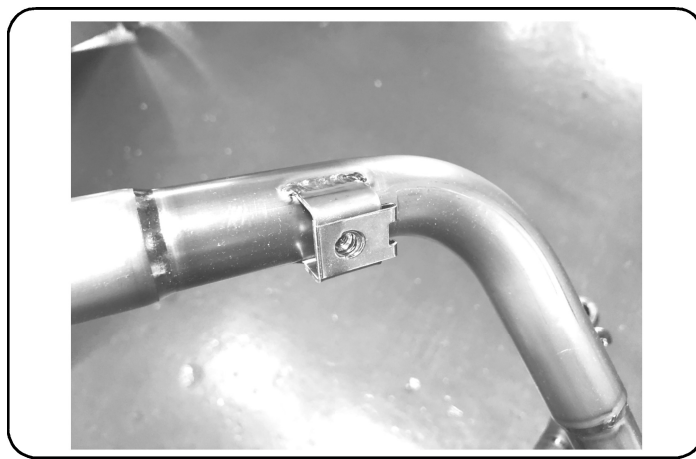
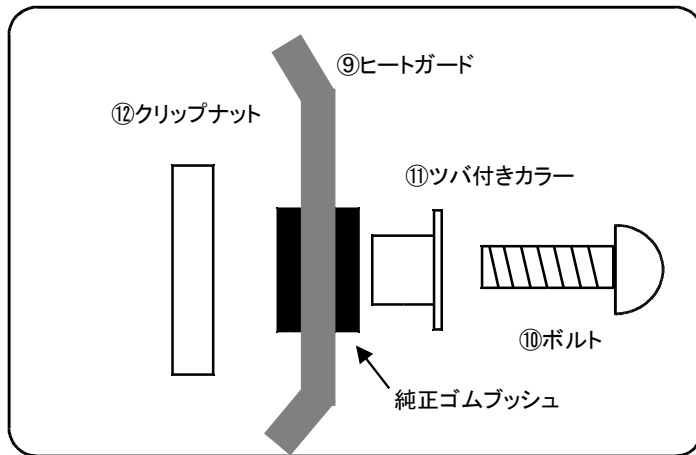

図2
図3
④ヒートガードの取り付け
- ③エキゾーストパイプに⑫クリップナットを取り付けます。(図2参照)
- ⑨ヒートガードに取り付けます。
- ⑪ツバ付きカラー、⑩ボルトを用いて⑨ヒートガードを
- ③エキゾーストパイプに取り付けます。(図3参照)